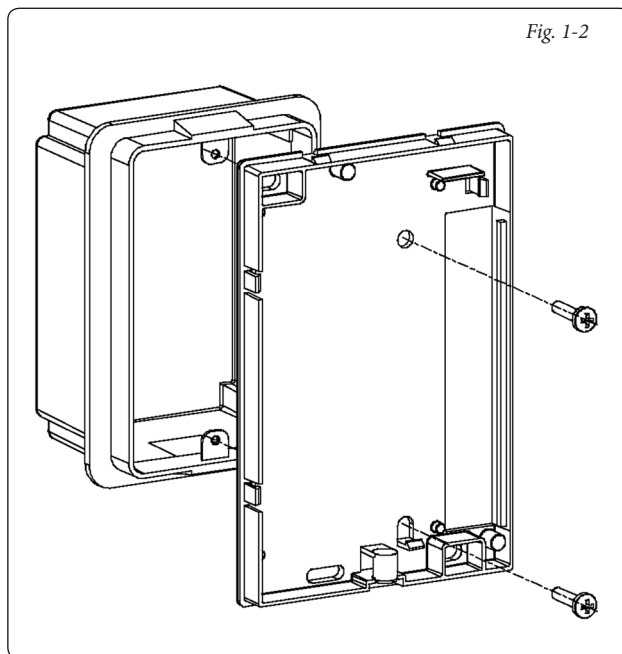

Fig. 1-2
2. In caso di utilizzo di una scatola da incasso portafrutti 503, passare i cavi attraverso la feritoia della base del comando ed utilizzare per il fissaggio gli appositi fori (fig. 1-2).